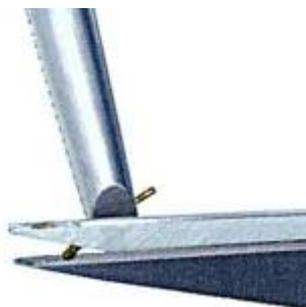

Рис. 5-3
1. Зажмите проволоку широким пинцетом так, чтобы она выступала за край на 2÷3 мм (Рис. 5-3).